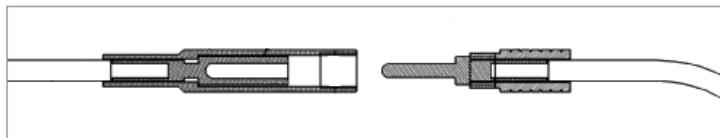

Figura 19-32 Estremità terminali a scollegamento rapido per alimentazione
- connettore terminale per alimentazione - vedere la Figura 19-32